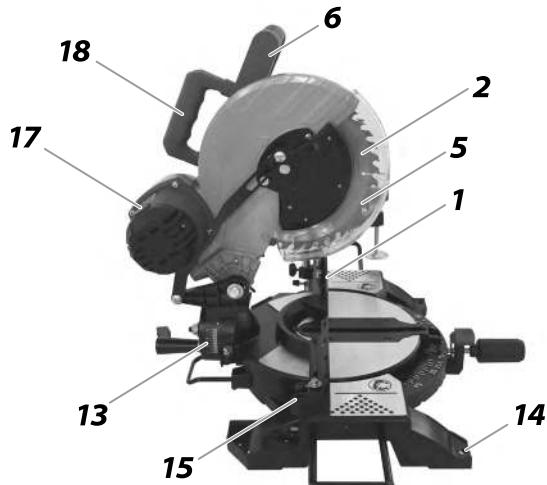
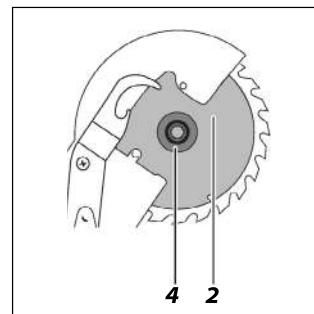

Рис. 1
Рис. 3
### ВНЕШНИЙ ВИД ЭЛЕКТРОИНСТРУМЕНТА (Рис. 1, 2)
3. Снимите наружный фланец (4) (Рис. 3) и пильный диск (2) (Рис. 1);
но совпадать с направлением вращения шпинделя, обозначено стрелкой на защитном кожухе (5) (Рис. 1).